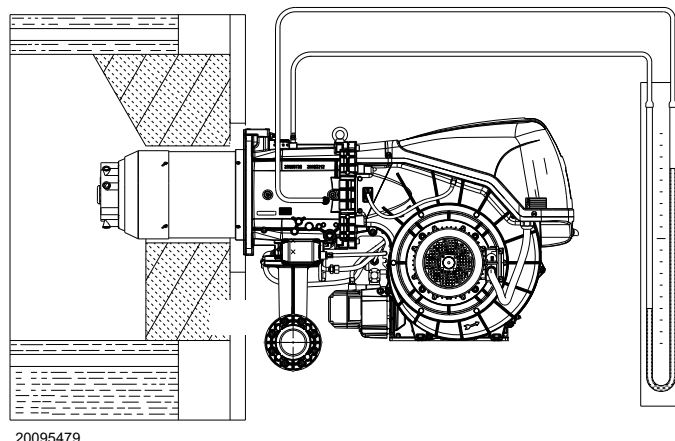

Рис. 31
- Соедините U-образный манометр или дифференциальный манометр (Рис. 31) со штуцером (+) замера давления газа на муфте, а (-) с камерой сгорания. Служит для получения приблизительной МАКС. мощности горелки через Табл. Q на стр. 32.
Поступление газа на муфту определяется по U-образному манометру (Рис. 31). В случае выявления дальнейших блокировок горелки, обращайтесь к главе «Неисправности - Причины - Способы устранения» на стр. 45